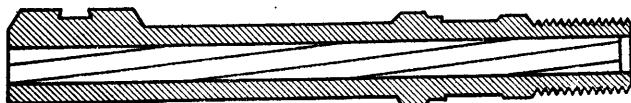

Рис. 3. Ствол
**6. Ствол** (рис. 3) служит для направления полета пули.